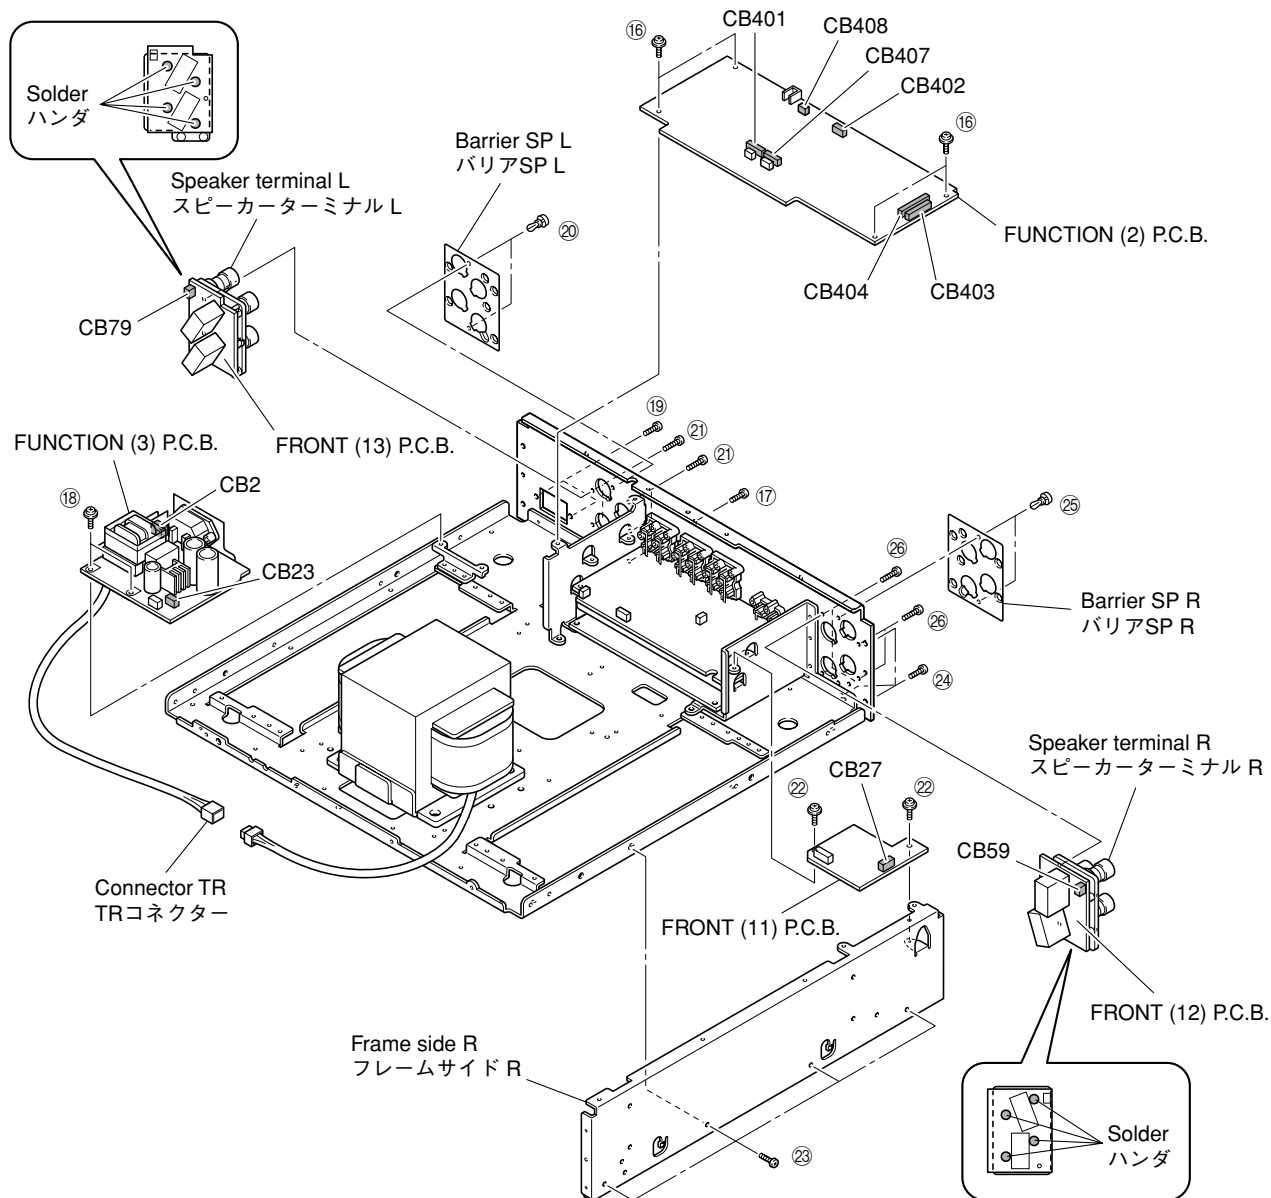

Fig. 8
7. Removal of FUNCTION (2) P.C.B.
- Remove 4 screws (16) and screw (17). (Fig. 8)
- Remove CB401-404, CB407 and CB408. (Fig. 8)
- Remove the connector TR. (Fig. 8)
- Remove FUNCTION (2) P.C.B.. (Fig. 8)
7. FUNCTION (2) P.C.B.の外し方
- ⑬のネジ4本、⑭のネジ1本を外します。(Fig. 8)
- CB401-404、CB407、CB408を外します。(Fig. 8)
- TRコネクターを外します。(Fig. 8)
- FUNCTION(2)P.C.B.を取り外します。(Fig. 8)